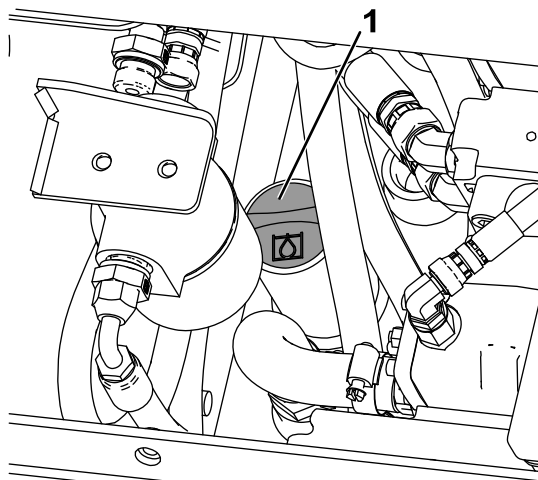

図 64
7. 油圧オイルタンクの注油口の周囲をきれいに拭く 図 64。